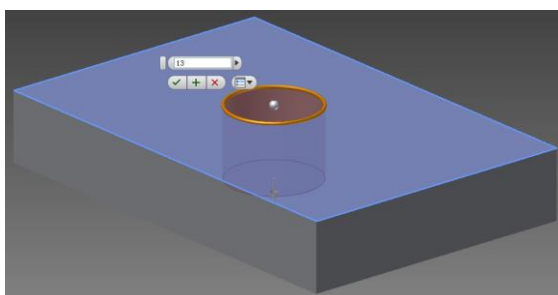

Рис. 3.8. Выбор базовой грани для построения отверстия
9. В графической области укажите примерное положение отверстия, одновременно выбрав базовую грань создания отверстия (рис. 3.8).